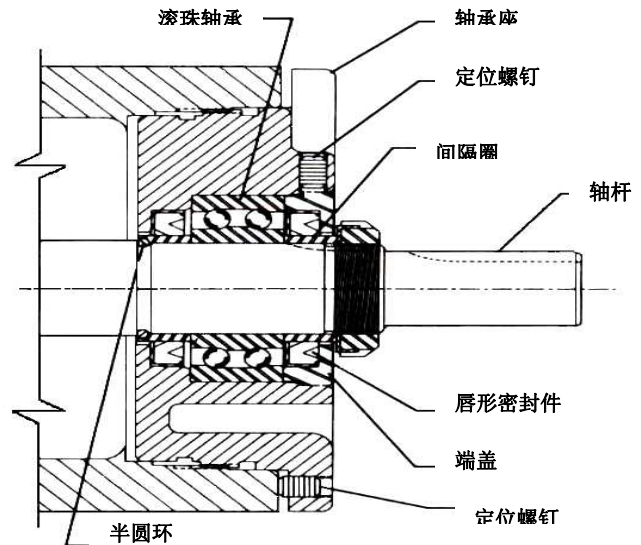

图 10
4. 拧松轴承座表面的定位螺钉，将轴承座部件从支架上拆除。参见图 10。